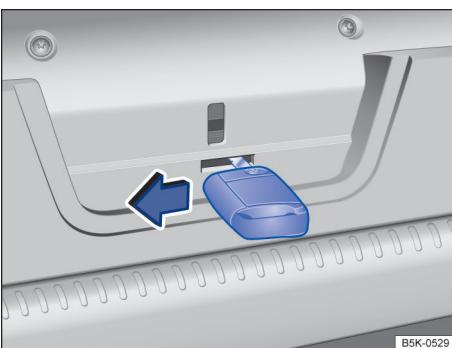

Fig. 67 Na tampa do compartimento de bagagem: destrarar emergencialmente a tampa do compartimento de bagagem.
- Inserir a haste da chave na abertura da tampa do compartimento de bagagem → Fig. 67 e pressionar a alavanca de destravamento no sentido da seta.